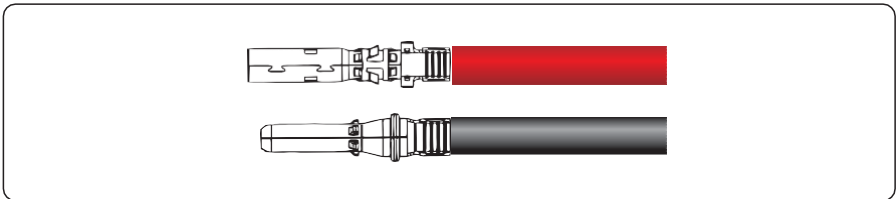

Figura 5.11 Crimpado de un conector metálico
**Paso 2** Inserte los tramos pelados de los cables de alimentación positivo y negativo en los terminales metálicos de los conectores positivo y negativo respectivamente y prénselos con una herramienta adecuada, tal como se indica en la figura 5.11.